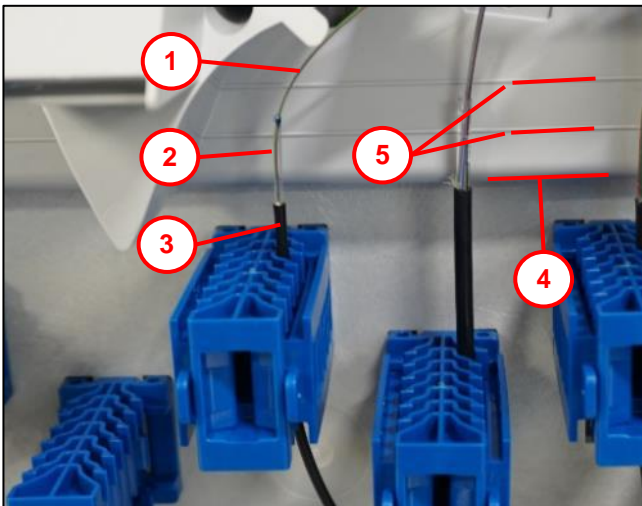

Abb. 36
- Mikrokabel **(1)** in die Klemmplätze **(2)** eindrücken, Absetzmaß oberhalb der Klemmplätze siehe Abb. 36.